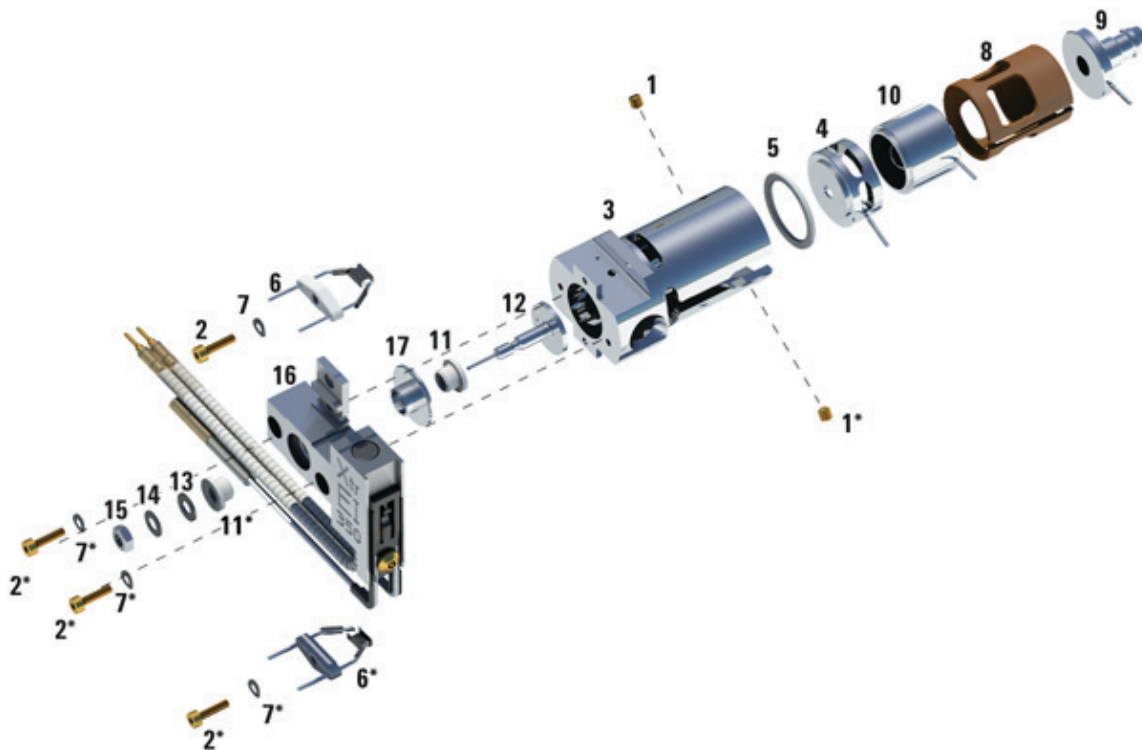

Figure 53. Démontage de la source EI XTR
Se reporter à la vue éclatée des pièces et à la liste des pièces de la source EI XTR en suivant cette procédure. (Voir **Figure 53** et **Tableau 16** page 196).
- 3 Séparer la source de son chauffage en retirant les deux vis. Le chauffage de la source est constitué du bloc de chauffage de la source, du repousseur et des pièces détachées connexes. (Voir **Figure 53** et **Tableau 16** page 196).
- 4 Démontez le repousseur en retirant l'écrou, les rondelles et les isolants en céramique du repousseur, puis déposer le repousseur. (Voir **Figure 53** page 196.)
- 6 Sortir les lentilles de la source et séparer l'isolant de lentille, la lentille de focalisation d'ions, la lentille d'extracteur, l'isolant de la lentille d'extracteur et la lentille d'entrée étendue. (Voir **Figure 53** page 196.)
**Tableau 16** Liste des pièces de la source EI XTR (Figure 53)
Tableau 16 Liste des pièces de la source EI XTR (Figure 53) (suite)